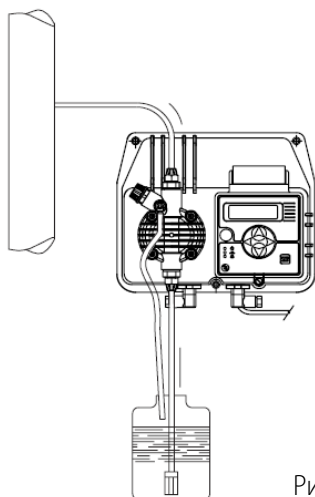
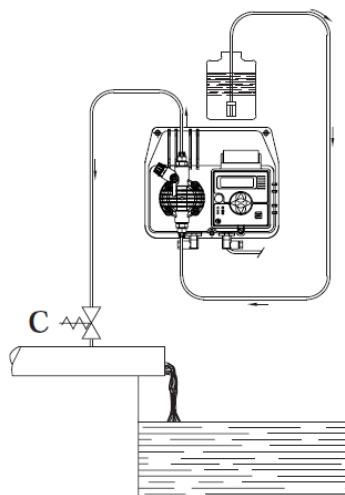

Рис. 5
Рис. 6
**c.** – Расположите насос, как показано на рис. 5, учитывая, что его можно устанавливать, как выше, так и ниже уровня дозируемой жидкости, при этом перепад уровней не должен превышать 2-х метров. Если система работает при атмосферном давлении (без обратного), а емкость с реагентами расположена выше насоса (рис. 6) необходимо часто проверять состояние клапана впрыска, т.к. его износ может вызвать попадание реагента в систему даже при выключенном насосе. Если данная проблема появляется, Вам необходимо установить антисифонный клапан **C** между точкой выброса и клапаном. Не устанавливайте насос над емкостью с химическими препаратами, выделяющими большое количество паров, за исключением случаев, когда емкость герметично закупорена.